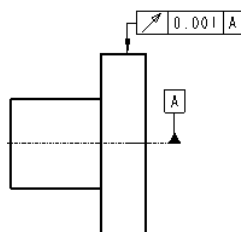

图 5.6.36 标注“圆跳动”
Step6. 将公差基准设置为 **A**, 其他参数采用系统默认值, 结果如图 5.6.36 所示。